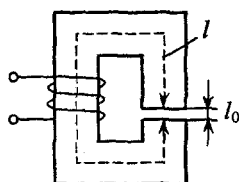

Рис. 1.26
**Задача 1.23.** Длина средней линии стального сердечника цепи, изображенной на рис. 1.26,  $l = 0,4$  м, сечение сердечника  $S = 16$  см2. Длина воздушного зазора  $l_0$ . Задаваясь значениями индукции от 0 до 1,5 Тл, рассчитать и построить веберамперную характеристику  $\Phi(wI)$  цепи для двух значений длины зазора  $l_0 = 0,2$  мм и  $l_0 = 2$  мм.